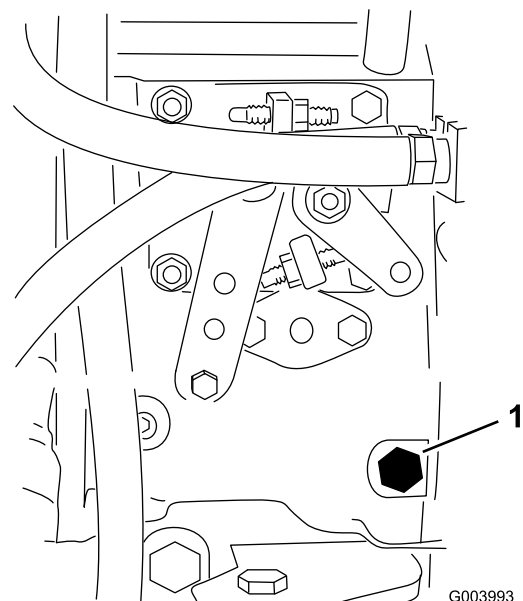

Figura 33
3. Desaperte o parafuso de drenagem que se encontra na bomba de injeção de combustível (Figura 33) com uma chave de 12 mm.